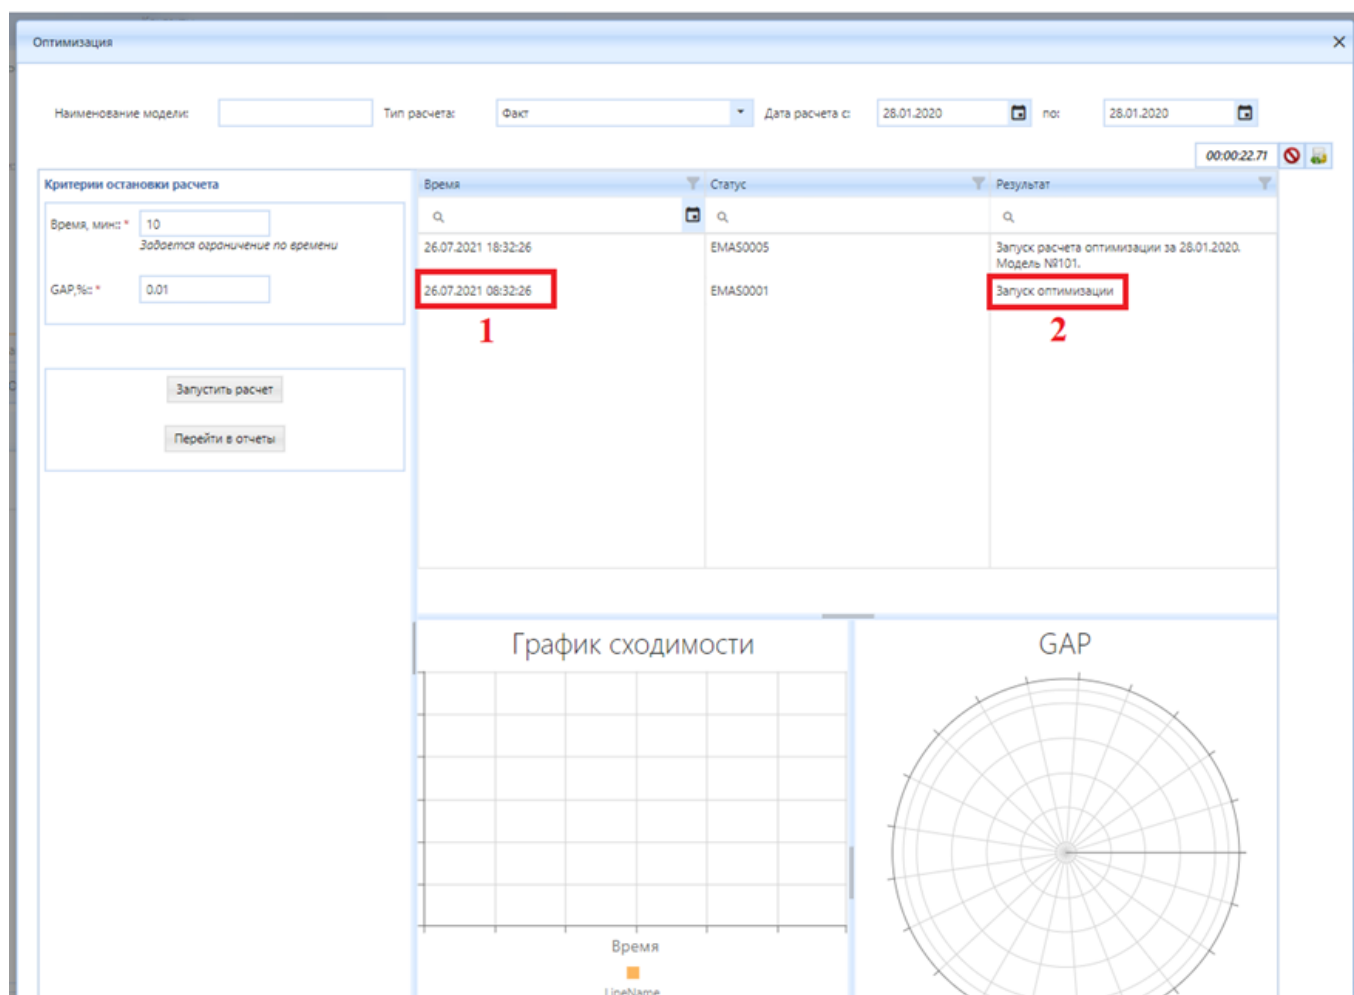

Рис. 60 – Окно «Оптимизация» в процессе расчета
В процессе расчета окно «Оптимизация» выглядит следующим образом (рис. . 60).
Формируются сообщения с описанием этапов расчета (2) и временем начала/завершения этапа (1) (рис. . 60). Появление уведомления «Расчёт формул завершён» означает успешное завершение расчёта оптимизации.